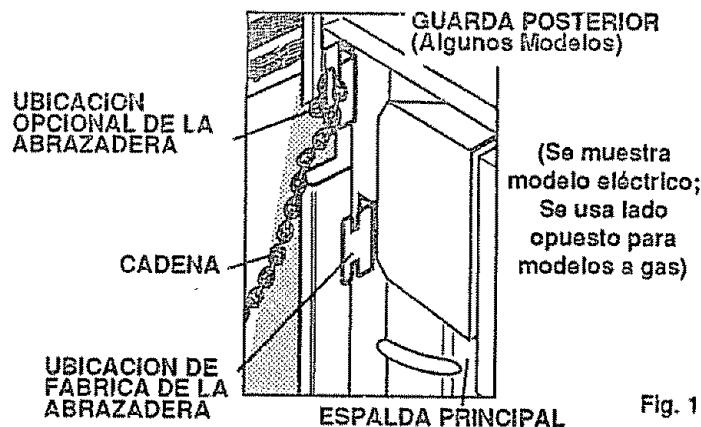

Fig. 1
- 1) Antes de poner la estufa en el mesón, fíjese en la ubicación de la abrazadera que ya está pegada a la parte de atrás de la estufa. Esta ubicación debería ser adecuada para la mayoría de las instalaciones. Sin embargo, podría ser más conveniente enganchar la cadena de estabilidad a la unidad cuando la abrazadera de estabilidad está pegada al juego de hoyos en la espalda de la estufa (Vea fig. 1). El juego de hoyos de arriba es para ser usado con el panel de protección posterior, la abrazadera de estabilidad se puede cambiar de posición e instalar a la misma vez que el juego del panel protector posterior. Si no se usa un panel de protección posterior, asegúrese que no hayan soportes estructurales en el mesón que podrían interferir con la abrazadera de estabilidad cuando esté ubicada en el juego de hoyos de arriba.
- 5) Enganche la punta suelta de la cadena a la abrazadera metiendo el eslabón de la cadena más cercano en el gancho de la abrazadera (Vea Fig. 1). Asegúrese que la cadena esté lo más tirante posible y que no haya un exceso de soltura en la cadena cuando esté enganchada a la abrazadera.